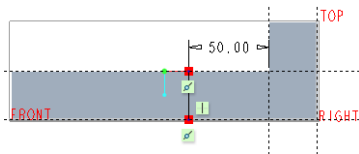

图 1-220 绘制图形
(6) 绘制图 1-220 所示的图形,单击 $\checkmark$ (确定)按钮。